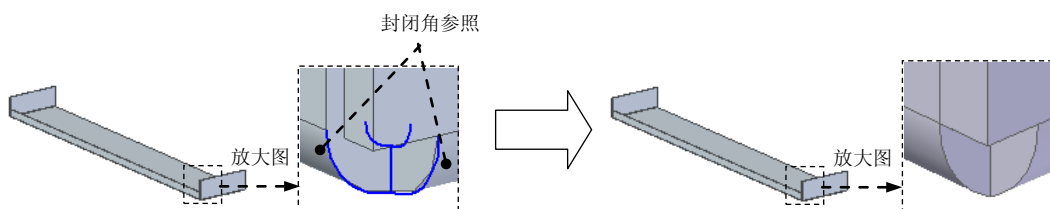

图 8.13.109 封闭角特征 2
(4) 单击  按钮，完成特征的创建。
Step6. 创建图 8.13.109 所示的封闭角特征 2。
(1) 选择命令。单击“主页”功能选项卡“钣金”工具栏中的“封闭二折弯角”按钮 。
(2) 定义折弯至闭合。选取图 8.13.109 所示的相邻折弯特征为封闭角参照。